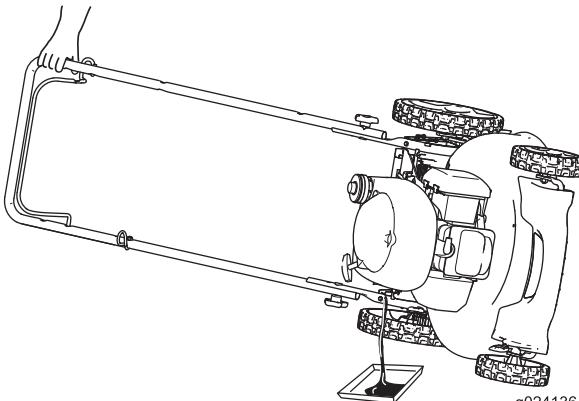

Figure 19
- Inclinez la machine sur le côté (jauge en bas) pour vidanger l'huile usagée par le goulot de remplissage (Figure 19).